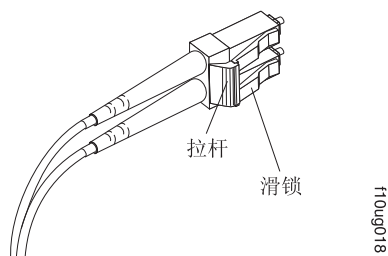

图 29. LC-LC 光纤通道电缆拉杆和滑锁
1. 如图 29 中所示，在 LC-LC 电缆连接到 SFP 或 SFP+ 模块或主机总线适配器的一端，按住拉杆不放以松开滑锁。